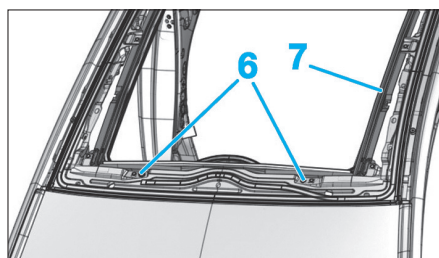

Fig. 131
- Déposer les agrafes de maintien (6) (Fig.131).